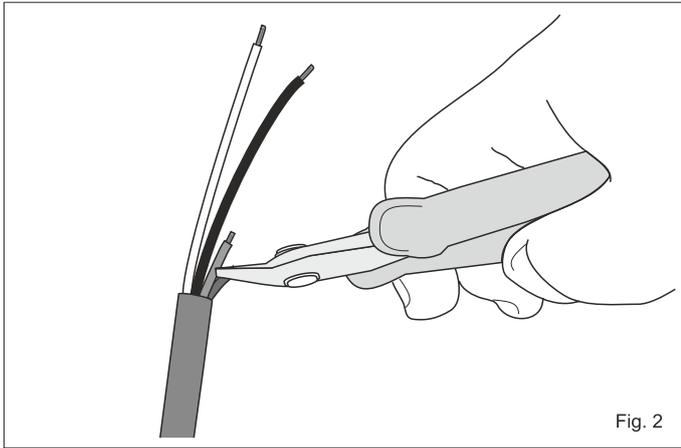

Fig. 2
N.B.: Si raccomanda di tagliare ed isolare i terminali che non verranno utilizzati (vedi fig. 2).
N.B.: Take care to cut and insulate the ends that will not be used (see Fig. 2).
Remarque: il est recommandé d'enlever et d'isoler les bornes qui ne sont pas utilisés (voir fig. 2).
Beachte: Es wird empfohlen, die nicht zum Einsatz kommenden Endstücke abzuschneiden und zu isolieren (siehe Abb. 2).